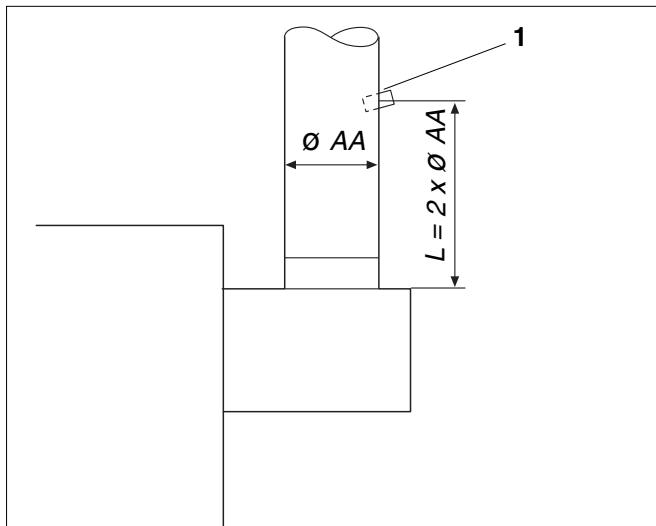

Рис. 32 Место замера на дымовой трубе
- Сделайте отверстие в дымовой трубе на расстоянии $L = 2 \times \varnothing AA$ после прерывателя тяги на противоположной от котла стороне (Рис. 32, поз. 1).
- Проведите все измерения в этой точке в дымовой трубе (Рис. 32, поз. 1).